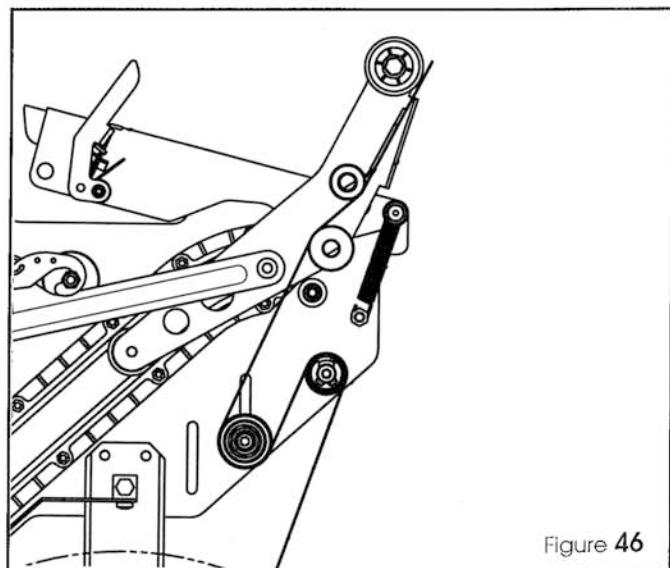

Figure 46
- Utiliser un outil à fileter comme indiqué sur la Figure 46.
- Remettre la tête d'enrubannage inférieure dans la machine (Figure 46).
- Gebruik de doorsteknaald volgens het in Figure 46 getoonde schema.